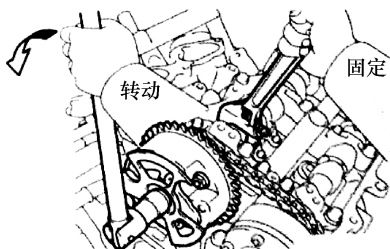

图 1-138 拆卸凸轮轴正时齿轮总成
② 用扳手固定住凸轮轴的六角头部分，并拆下 2 个螺栓和 2 个凸轮轴正时齿轮总成，如图 1-138 所示。